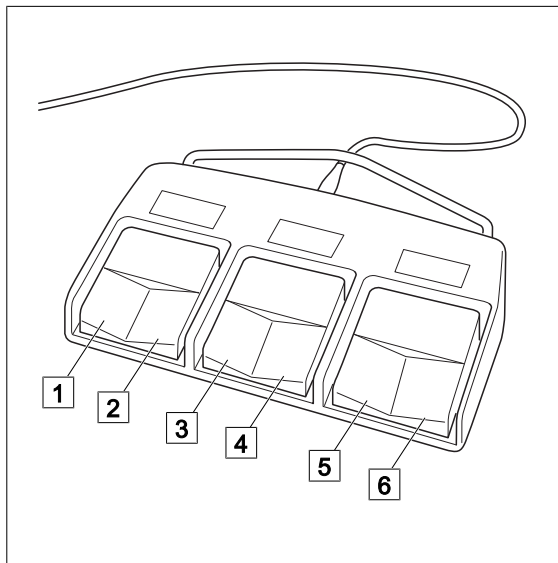

Fig. 15: Fotbryter
Fotbryteren (1009.81J0/J1/J2) kobles til søylen. Vippebryterne (1) til (4) [►► Fig. 15] er tilordnet samme funksjoner på alle fotbrytermodeller. Vippebryterne (5) og (6) [►► Fig. 15] er tilordnet forskjellige funksjoner.